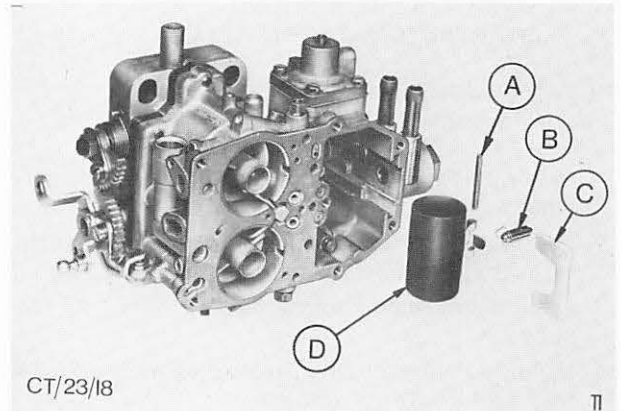

Abb. 100 Schwimmernadelventil und Schwimmer zerlegt
11. Schwimmer und Nadelventil einbauen. Abb. 100.